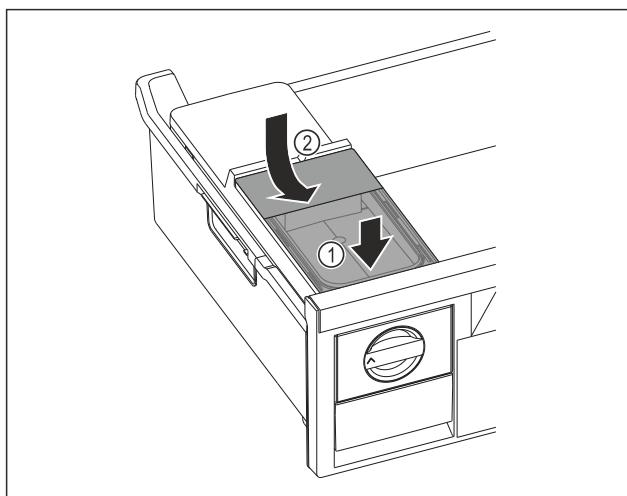

Fig. 77
- Установите бак для воды спереди. Fig. 77 (1)
- Опустите бак для воды сзади. Fig. 77 (2)